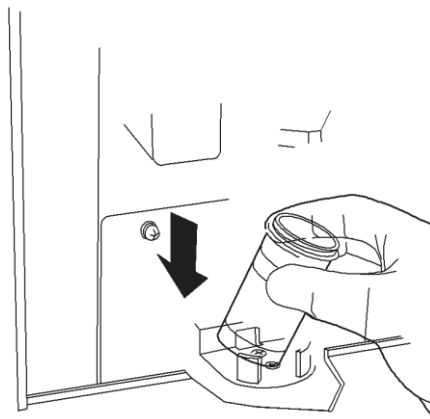

Figura 15 – Posicionamiento del frasco
- Coloque el frasco de SOLUCIÓN en el soporte ascensor como se muestra en la Figura 15 – Posicionamiento del frasco;